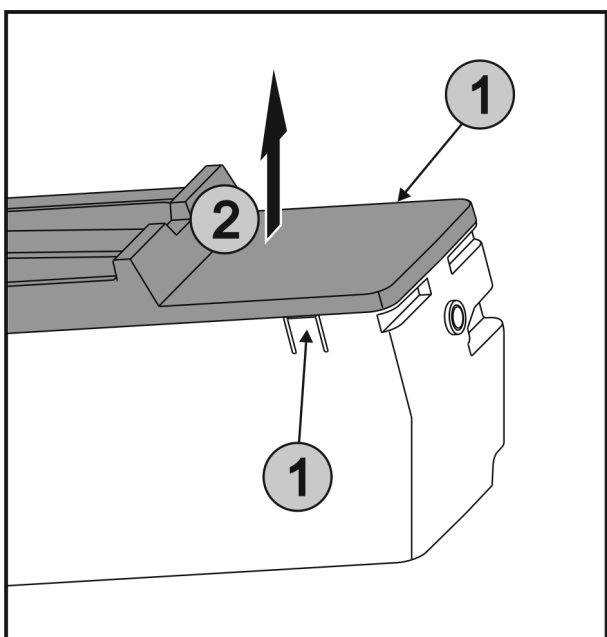

Fig. 52
- ▶ Stlačte západky Fig. 52 (1) na obou stranách EasyTwist-Ice současně a sejměte kryt Fig. 52 (2) směrem nahoru.